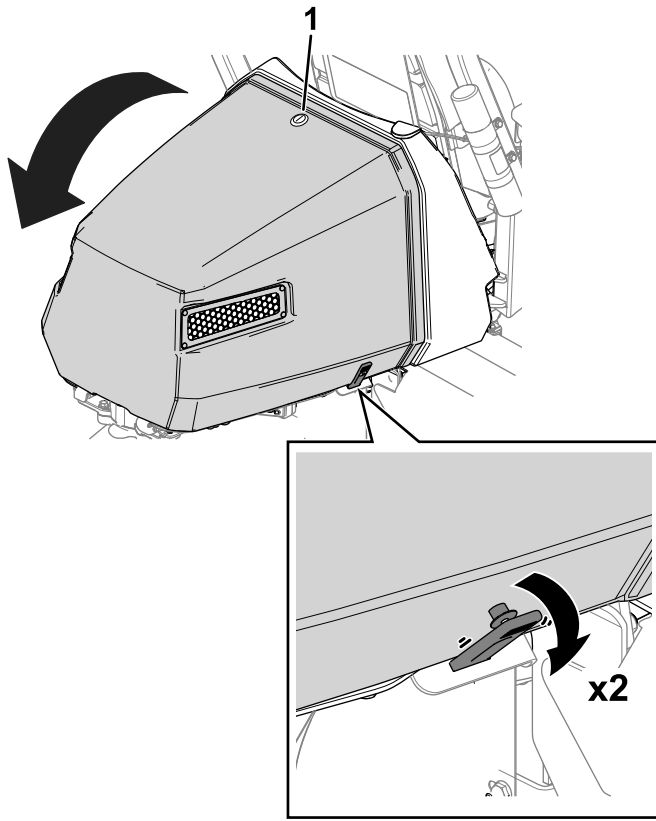

Figura 44
1. Desenganche el cierre del capó (Figura 44).
2. Abra los cierres en cada lado del capó (Figura 44).